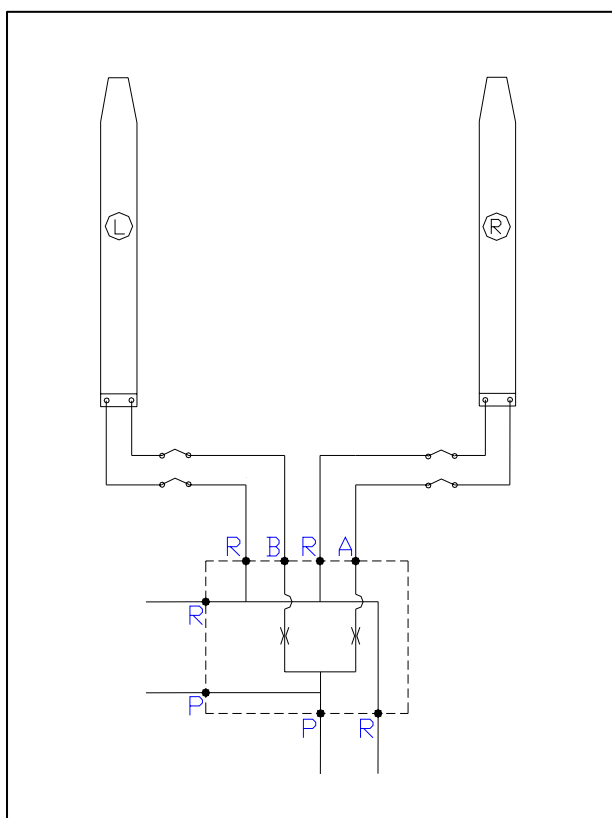

Figure 7.1 Représentation de la connexion des tuyaux hydrauliques pour les fourches télescopiques au diviseur séparé de courants.
4. Brancher les tuyaux hydrauliques ci-joints de fourches télescopiques et les tuyaux du chargeur automatique selon la figure 7.1 et faire attention aux lettres gravées sur la partie supérieure des fourches ainsi que sur le diviseur du courant.